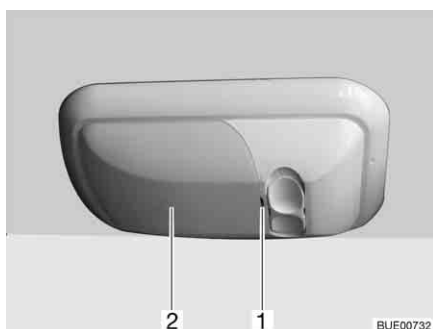

Fig. 280 Lampada del garage
- Sollevare e rimuovere con precauzione la copertura (Fig. 280,2) con l'ausilio di un utensile appropriato (p. es. un cacciavite) agendo sull'intaglio (Fig. 280,1).